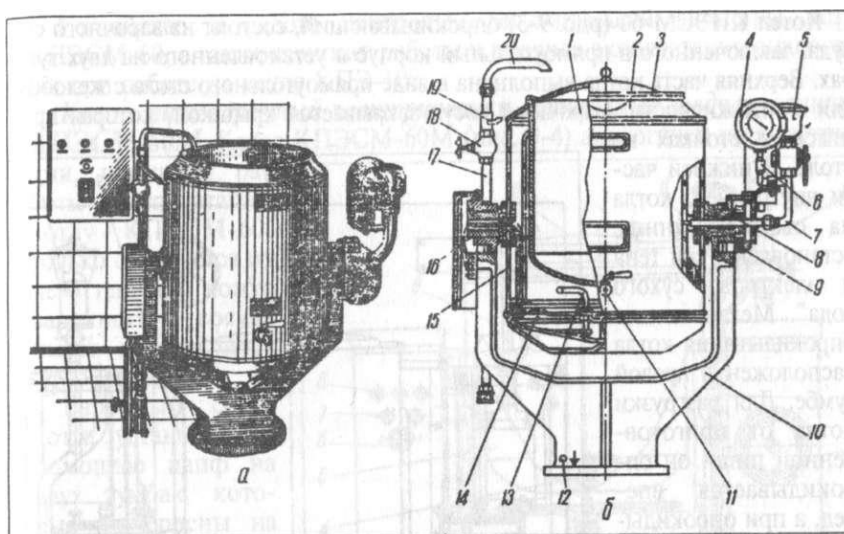

Рис. 9.2. Котел пищеварочный электрический опрокидывающийся КПЭ-60:
2. Котел пищеварочный электрический опрокидывающийся КПЭ-60 (рис. 9.2) и котел КПЭ-40 имеют одинаковое конструктивное исполнение, но различаются по мощности нагревательных элементов, массе и вместимости.